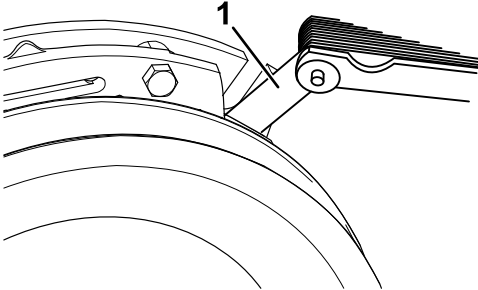
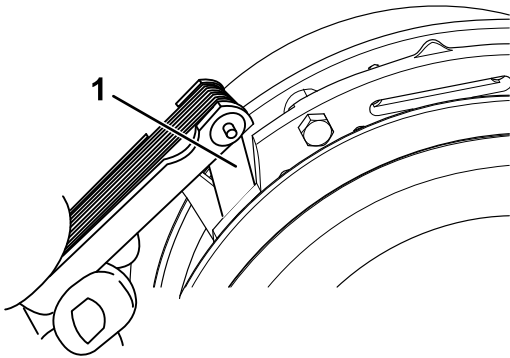

Figura 65
Figura 66
- E. Usando una galga de 0.254 mm (0.010"), compruebe la presencia de un espacio entre el rotor y la cara de la armadura en ambos lados del polo del freno, según se indica en Figura 65 y Figura 66.